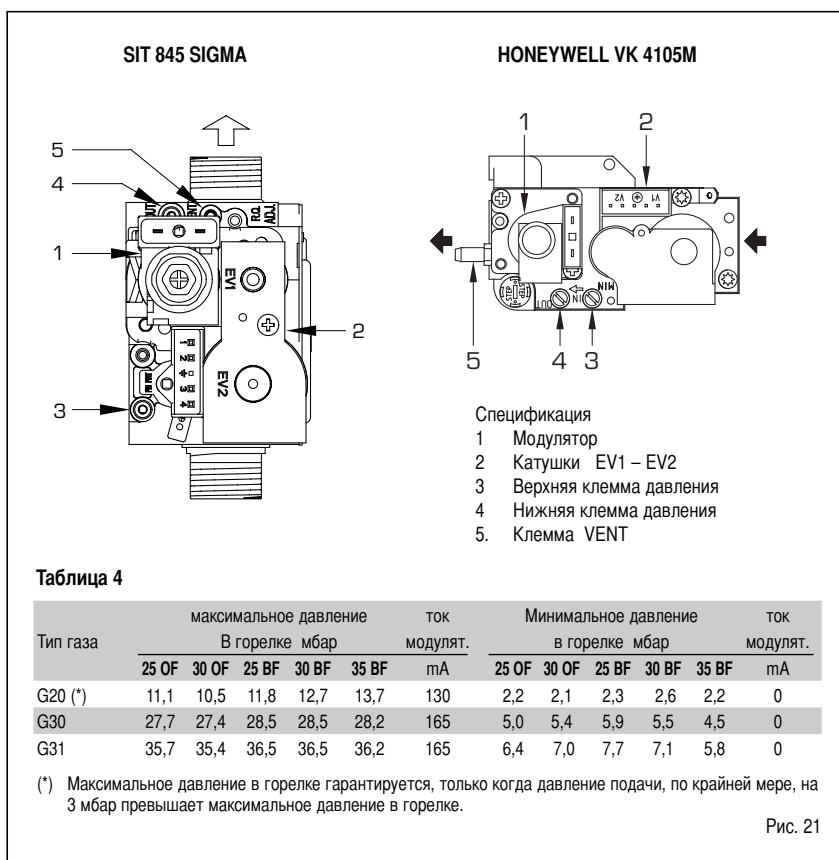

Рис. 21
Котлоагрегат снабжен газовыми заслонками SIT 845 SIGMA или HONEYWELL VK 4105 M (рис. 21). Газовая заслонка калибрована таким образом, что имеет две величины давления: максимальную и минимальную, которые в зависимости от типа газа приводятся в таблице 4. Калибровка давления газа с максимальной и минимальной величинами осуществляется SIME на своем производстве: поэтому не рекомендуются какие-либо изменения. Только в случае перехода к использованию другого типа газа /от метана к бутану или пропану/ допускается изменение рабочего давления.
- В моделях "BF" отъедините трубку клеммы VENT от заслонки (5 рис. 21).**